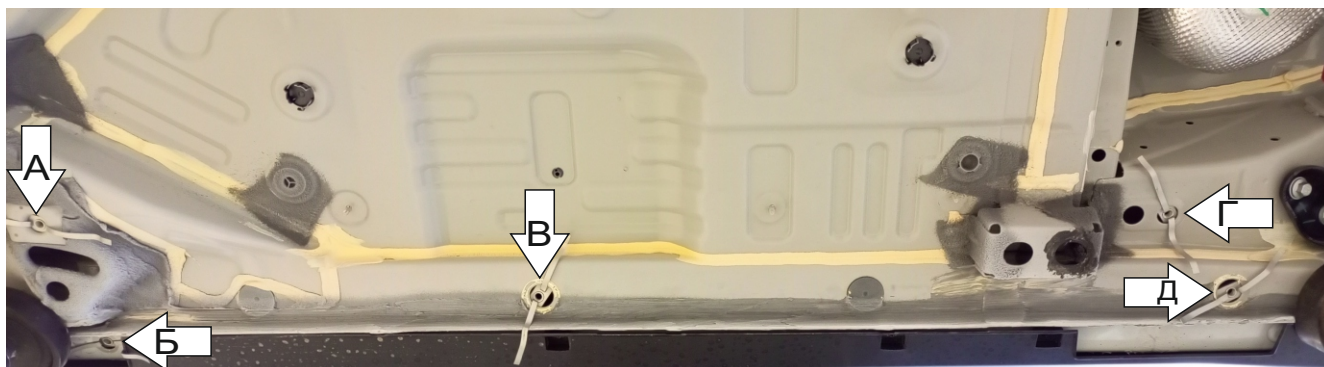

Рис. 1
- 1.Извлечь заглушки в позициях Б, В, Д. Вложить закладную M8x60/20 в позицию Б (зафиксировав ее положение разогнув усики), и закладные M10x65/20 в позиции А, В, Г, Д. (Рис. 1)